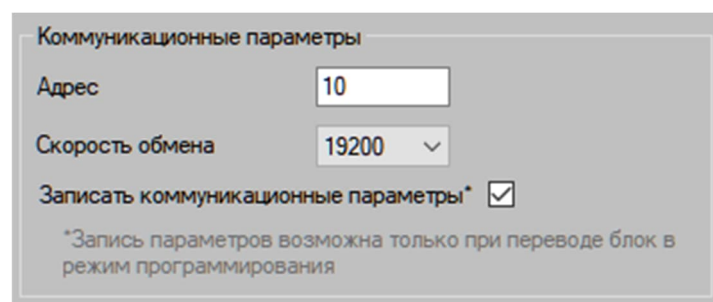

Рисунок 12 – Коммуникационные параметры
8.9 Для изменения адреса и скорости Блока необходимо в поле «Адрес» и «Скорость обмена» ввести новые параметры и подтвердить, поставив галочку в поле «Записать коммуникационные параметры» (рисунок 12).